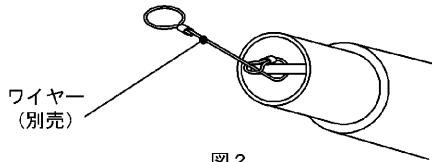

図2
- ②. 長円ボール先端の丸棒にワイヤー（別売り）を図2の様に組み付けてください。